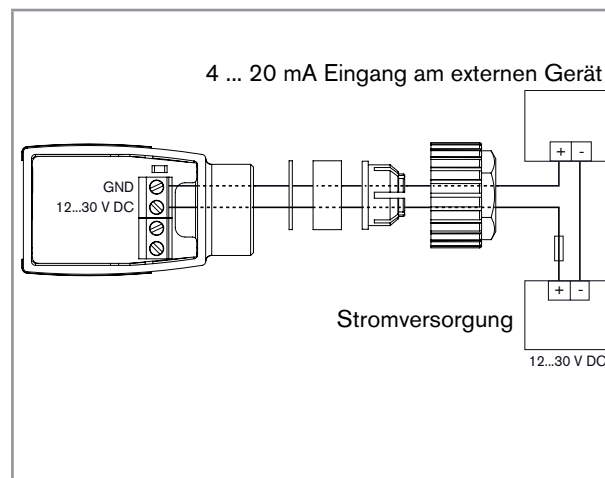

Bild 2: Gerät mit Kabelverschraubung – Anschluss des Stromausgangs
- Den 4...20 mA-Stromausgang anschließen. Siehe Bild 2.